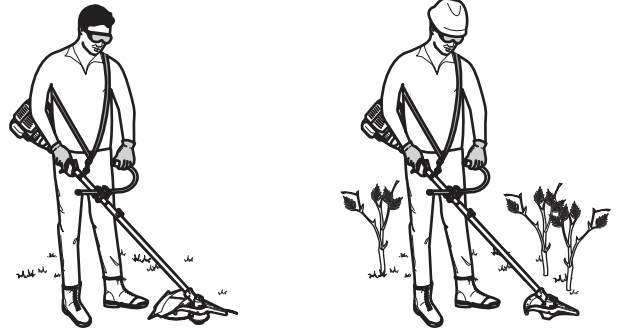

Fig. 21
- Párese en la posición de arranque (Fig. 21). Párese derecho. No se incline sobre el aparato.